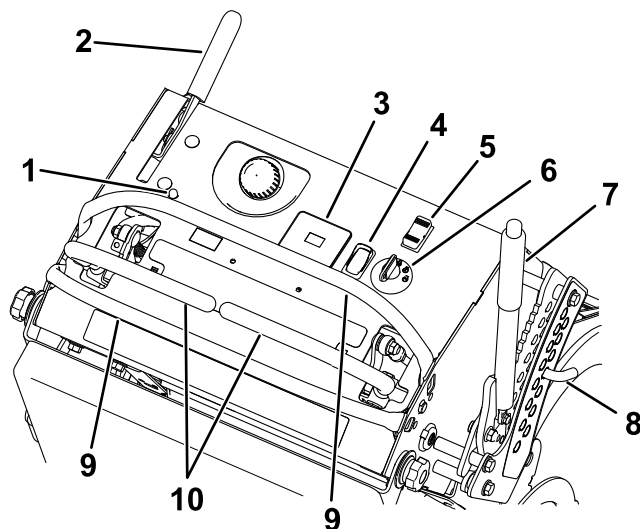

Figura 5
Si se detecta un problema o una avería en el sistema, se enciende el indicador de avería (IA) (Figura 5).
El acelerador controla la velocidad del motor, y tiene 3 posiciones: LENTO, ECO y RÁPIDO (Figura 5).